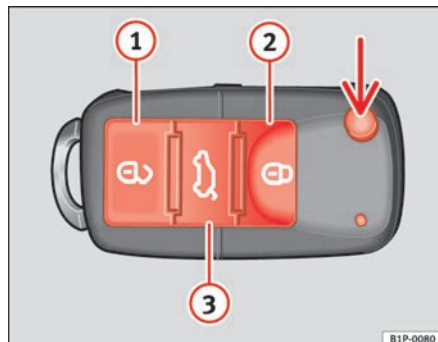

Fig. 64 Botões da chave com telecomando
Com a tecla $\Rightarrow$ fig. 64 (seta) do comando, destranca-se o palhetao da chave.
Destrancar o veículo $\Rightarrow$ fig. 64 ①.
Trancagem do veículo $\Rightarrow$ fig. 64 ②.
Destrancagem do porta-bagagens. Prima a tecla $\Rightarrow$ fig. 64 ③ até que todos os indicadores de direcção do veículo pisquem durante breves segundos. Ao premir a tecla de destrancagem $\Rightarrow$ fig. 64 ③, dispõe de 2 minutos para abrir o porta-bagagens. Uma vez decorrido este tempo, será novamente trancado.
Além disso, o indicador luminoso da pilha da chave $\Rightarrow$ fig. 64, começa a piscar.
Premindo uma vez a tecla $\Rightarrow$ fig. 64 ①, apenas se abrirá a porta do condutor, permanecendo as restantes fechadas.
Premindo duas vezes o botão  ⇒ página 101, fig. 64 , todas as portas serão destrancadas.
- Destranque o veículo a partir da fechadura da porta do condutor ⇒ página 101, fig. 64 com a chave com telecomando.